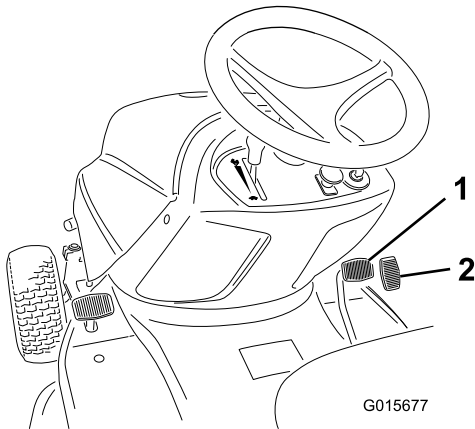

Figure 14
- Posez le pied sur la pédale de déplacement et appuyez lentement dessus pour avancer (Figure 14).
- Posez le pied sur la pédale de déplacement en marche arrière et appuyez lentement dessus pour reculer (Figure 14).